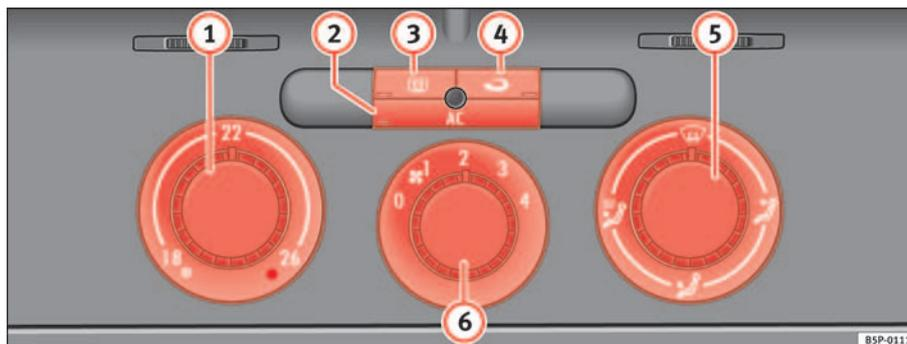

Fig. 123 Mandos del Climatic en el tablero de instrumentos
- Con los reguladores ⇒ fig. 123 ① y ⑤ y con el mando ⑥ se regula la temperatura, la distribución del aire y la velocidad de la turbina.
- Pulse la tecla ②, ③ o ④ para activar o desactivar la función correspondiente. Cuando la función está activa, la ventana situada en la esquina inferior de la tecla se ilumina.
- ① Regulador de temperatura ⇒ página 160
- ② Tecla **AC** – Encender o apagar el grupo refrigerador ⇒ página 160
- ③ Tecla – Luneta térmica. Esta función se apaga automáticamente aproximadamente 20 minutos después de haberla conectado. Se puede desconectar antes pulsando de nuevo la tecla.
- ④ Tecla – Recirculación de aire ⇒ página 162
- ⑤ Regulador de la distribución de aire ⇒ página 160
- ⑥ Mando de la turbina. El caudal de aire tiene 4 niveles de ajuste. La turbina debería funcionar siempre en el nivel más bajo cuando se circule a poca velocidad. ▶
- Encienda el climatizador con la tecla ⇒ página 159, fig. 123 .